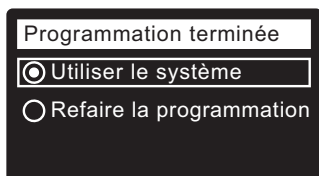

FIG. 27
22. Appuyez sur le SÉLECTEUR (O) : L'afficheur indiquera « Programmation terminée! » (Cf. Figure 27).
23. À ce stade, si vous souhaitez modifier des réglages, appuyez sur le bouton BAS (▼) pour passer à **Refaire la programmation**, puis deux fois sur le SÉLECTEUR (O) pour revenir aux assistants.
24. Si vous ne souhaitez faire aucune modification, regardez s'il y a un point dans le cercle **Utiliser le système** (cf. Figure 27), puis appuyez sur le SÉLECTEUR (O). Le fonctionnement normal de l'appareil commence, tel qu'expliqué à la page 14.